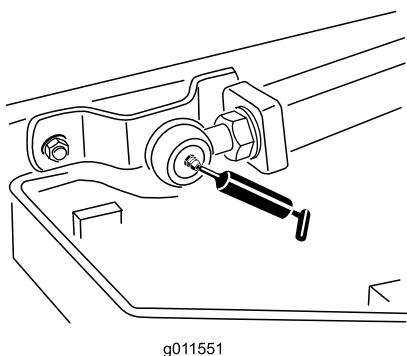

Figura 53
- Rótulas de los brazos de elevación (2) (Figura 53)